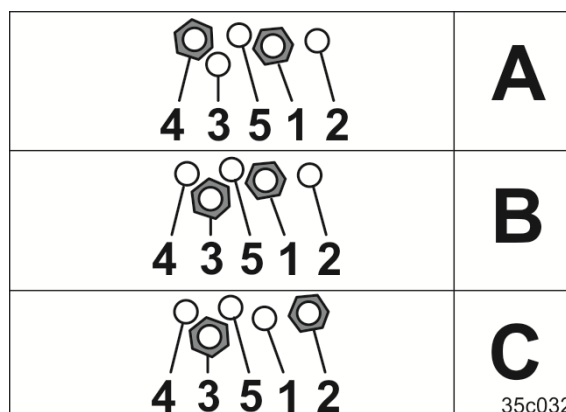

Fig. 99
Eine Schraube steckt in Bohrung (Fig. 99/1), die zweite Schraube steckt in Bohrung (Fig. 99/4). Die Federkraft wirkt permanent auf die Messerschiene und die Messer.
Das Umstecken der Schraube von Bohrung (Fig. 99/4) in Bohrung (Fig. 99/3) oder in Bohrung (Fig. 99/5) bewirkt, dass nur das Eigengewicht der Messerschiene auf die Messer wirkt. Erst wenn die Messer angehoben werden und der Bügel gegen die Schraube in Bohrung (Fig. 99/3) oder in Bohrung (Fig. 99/5) stößt, setzt die Federkraft ein.
- zuerst ein, wenn die Schraube in Bohrung (Fig. 99/3) steckt.
- später ein, wenn die Schraube in Bohrung (Fig. 99/5) steckt.
Das Umstecken der Schraube von Bohrung (Fig. 99/1) in Bohrung (Fig. 99/2) bewirkt, dass die Walze ohne Messer arbeitet. Die Messerschiene anheben zum Umstecken der Schraube.